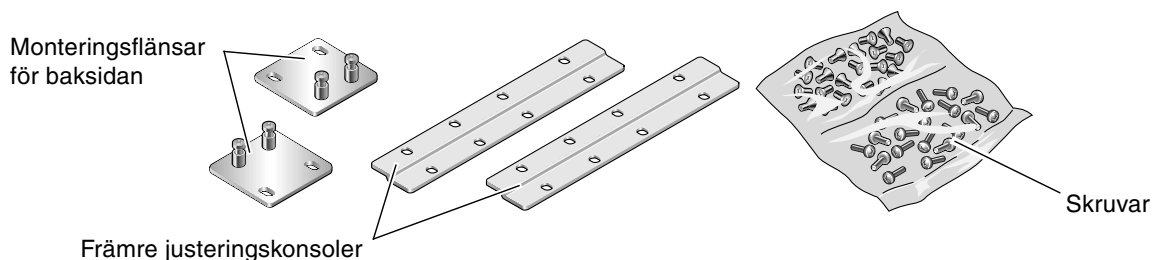

BILD 3-17 Innehåll i paketet för 600 mm 4-bensrack med fast montering
6. Ta fram de främre 600 mm justeringskonsolerna ur rackpaketet (BILD 3-17).
10. Ta fram de två bakre monteringsflänsarna från rackpaketet (BILD 3-17).